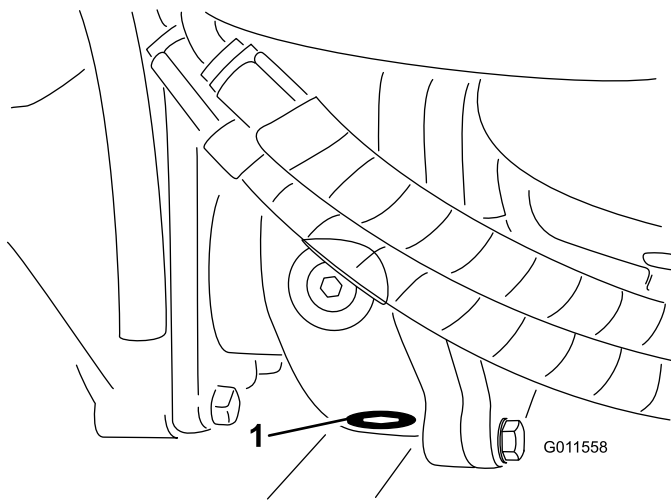

Bild 67
5. Reinigen Sie den Bereich um die Ablassschraube an der Unterseite des Getriebes (**Bild 67**).